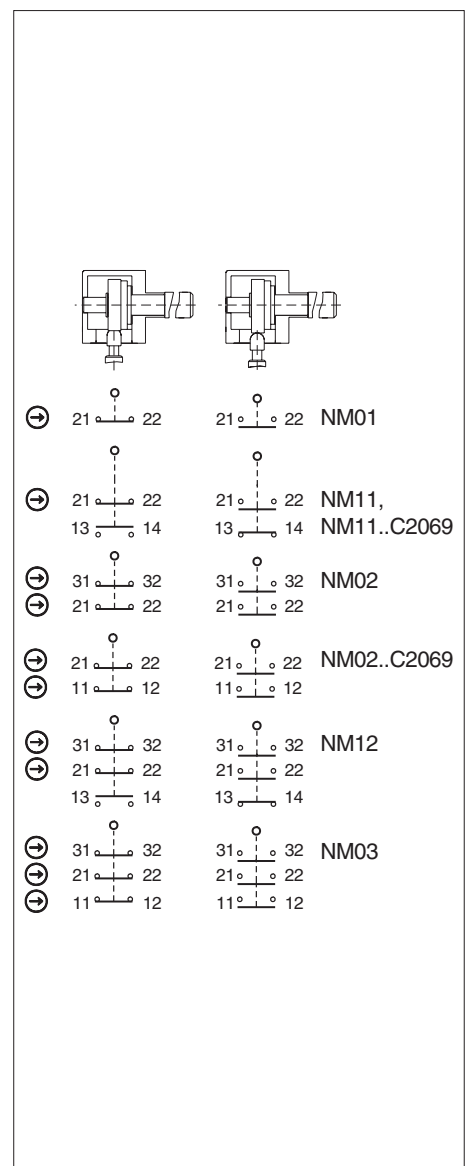

Fig. 3: Elementos interruptores y funciones de conmutación
Debe usarse como mínimo un contacto (↻). Este señala la posición del resguardo (para la asignación de contactos, consulte la Fig. 3).
3. Apriete las conexiones y los bornes con 0,5 Nm (para la asignación de contactos, consulte la Fig. 3).